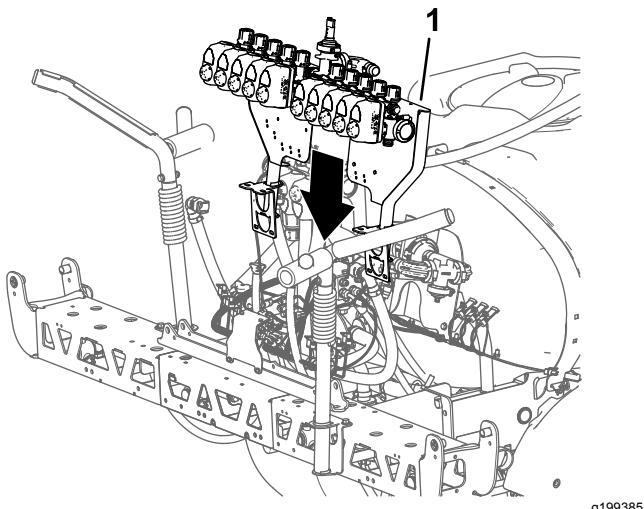

Figura 107
1. Utilizzando l'attrezzatura di sollevamento della capacità specificata, sollevate il gruppo supporti delle valvole e valvole dell'irroratrice e allineatelo sulla sezione di irrorazione centrale (Figura 107).